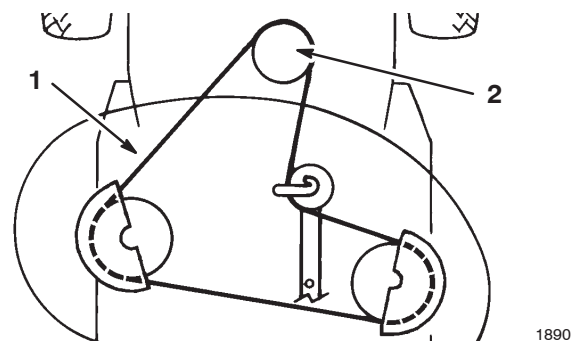

Bild 41
- Nehmen Sie den Mähwerkriemen von der elektromagnetischen Kupplungsriemenscheibe ab (Bild 41).
- Nehmen Sie den Mähwerkriemen von der unteren Motorscheibe ab (Bild 41).
3. Montieren Sie den Mähwerkriemen an der unteren Motorscheibe (Bild 41).